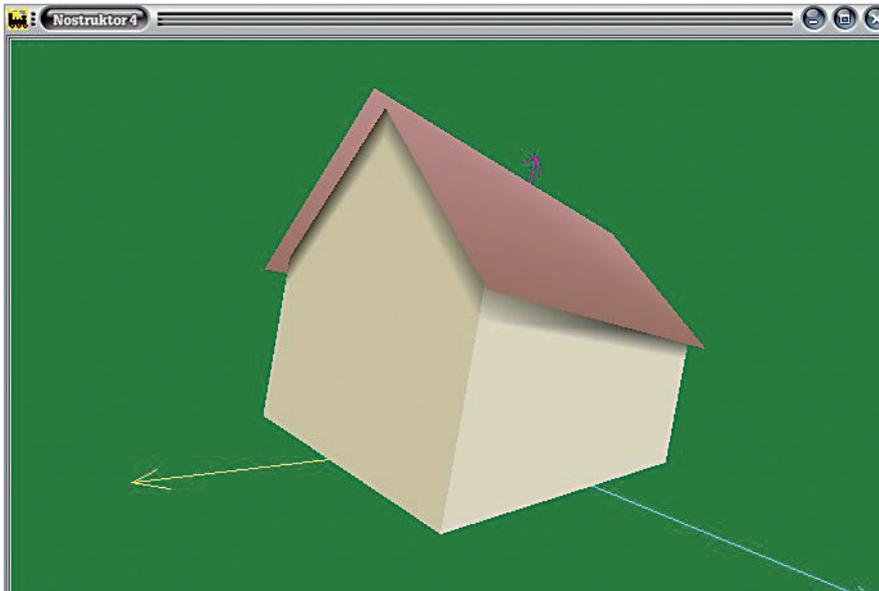

Abb. 13b:
- ☞ Schalten Sie die 3D-Ansicht ein und erzeugen Sie mit *Smooth Shading* eine weiche Schattierung. (Abb. 13b)